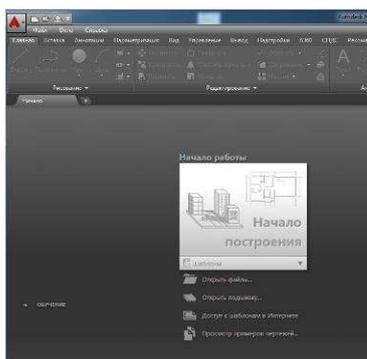

Рис. 1 Стартове вікно
2. AutoCAD завантажить своє меню та виведе на екран стартове вікно (рис. 1).
9. Щоб завантажити існуючий файл креслення, слід вибрати закладку Відкрити файли... у стартовому вікні (рис.1) або кнопку  на панелі швидкого доступу. У діалоговому вікні "Вибір файлу" відкрийте файл Л1\_приклад.dwg у папці з назвою своєї групи.